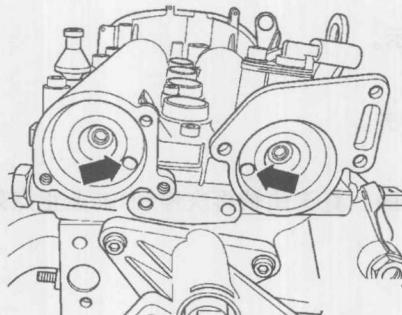

图1-2-1 凸轮轴上的孔的位置
①排放冷却液。
②拆下发动机盖。
③取下压力管上的软管，并打开线束固定夹。
- ④从下部拔出冷却液管上的冷却液软管并松开气缸体上冷却液管的固定螺栓。
- ⑤从上部拔出冷却液管上的冷却液软管并从凸轮轴箱上拧下冷却液管的固定螺栓，拆下冷却液管。
- ⑥旋出凸轮轴后部端盖的固定螺栓，并取下端盖。
- ⑦使用起拔器和火花塞扳手拆下1缸的火花塞。
- ⑧将千分表适配接头拧入火花塞螺纹孔至极限位置。
- ⑨将带加长件的千分表安装到千分表适配接头中至极限位置，并拧紧夹紧螺母。
- ⑩将曲轴朝发动机运转方向转到1缸的上止点。记下千分表指针的位置。
- 凸轮轴上的孔必须处于图1-2-1中所示的位置。必要时，将曲轴再旋转一圈（360°）。